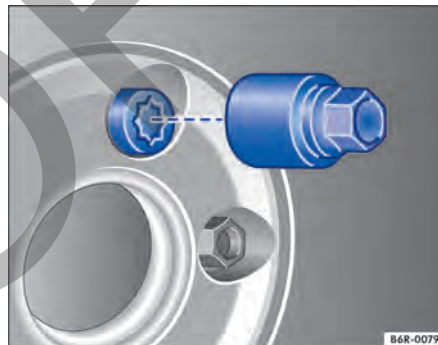

Fig. 193 Cambio de rueda: tornillo de rueda antirrobo y adaptador.
2. Introduzca el adaptador en el tornillo antirrobo hasta el tope → Fig. 193.
3. Encaje la llave de rueda en el adaptador hasta el tope → Fig. 193.